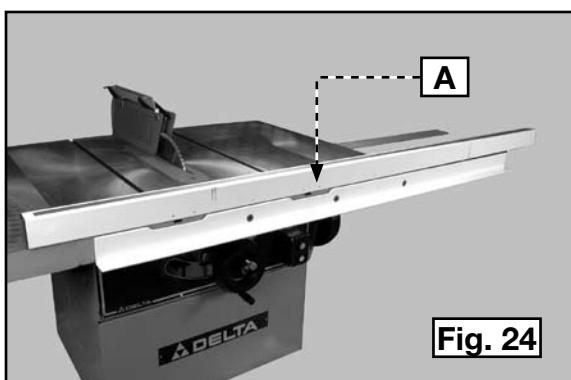
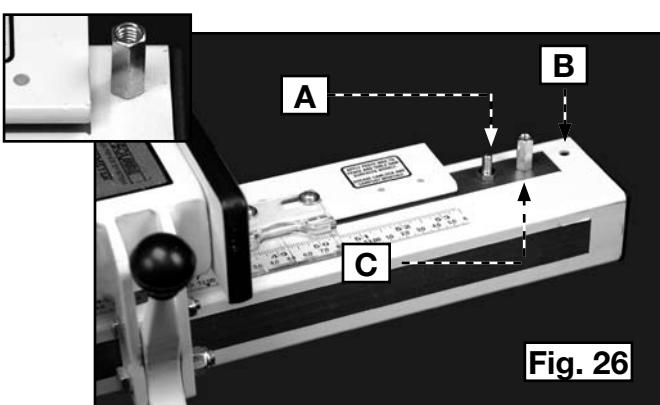

Fig. 24
Fig. 26
- Coloque el tubo de la guía (A) Fig. 24 sobre la mesa de la sierra. Alinee los nueve (9) orificios roscados con los orificios del borde delantero.
- Coloque el tubo de la guía sobre el riel frontal. Ajuste el tubo de la guía con nueve (9) pernos de cabeza hexagonal de 1/2" y arandelas de bloqueo.
- Inserte un perno (A) Fig. 26 a través del orificio (B) que se encuentra en el extremo derecho del tubo de la guía. Enrosque la tuerca de retención (C) en el perno (consulte el recuadro, figura 26).